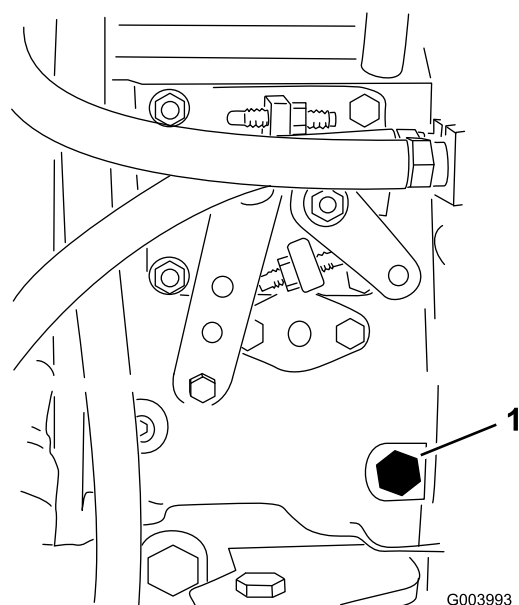

図 36
3. 燃料噴射ポンプ 図 36 についているエア抜きねじを、12mm のレンチを使って開く。